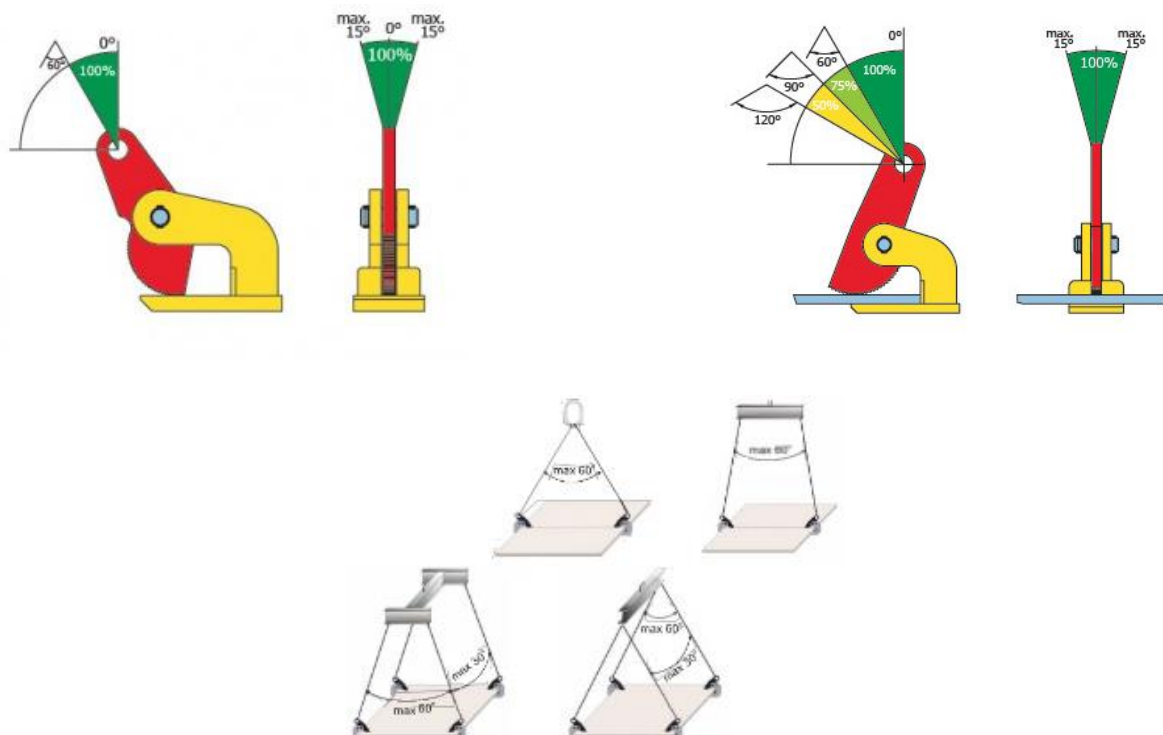

Рисунок 2. Рабочая нагрузка в соответствии с различными углами
• При подъеме груза горизонтальными захватами, необходимо убедиться, что угол между ветвями стропа не превышает следующих значений (рисунок 2)